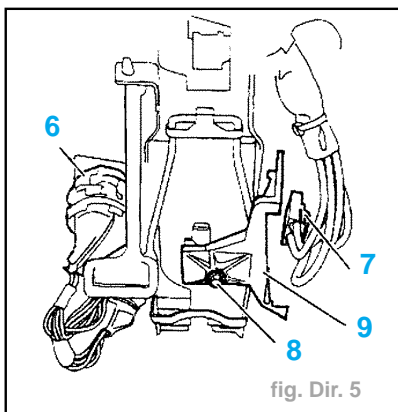

fig. Dir. 5
- Débrancher les connexions électriques (6) et (7) (fig. Dir. 5).
- Déposer la fixation du support (8).
- Laisser pendre le support connectique (9).